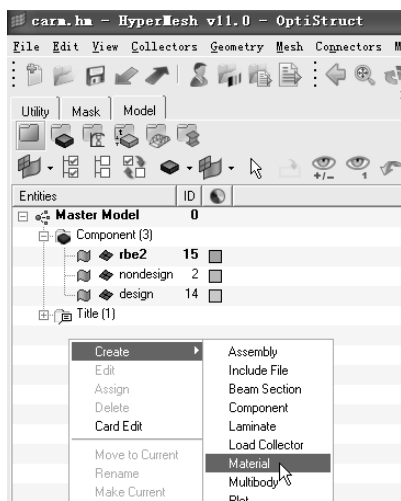
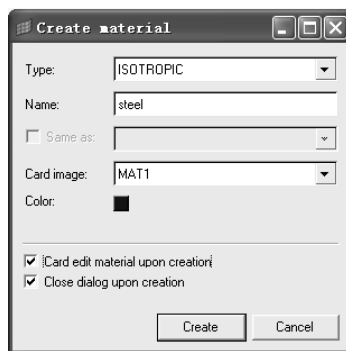

图 8-17 选择 Material
图 8-18 选择 MAT1
- (1) 单击 Model 按钮，在模型浏览窗口内上单击鼠标右键，移动光标至 Create，激活其二级菜单并选择 Material，如图 8-17 所示。
- (2) 在 Name 栏中输入 Steel。
- (3) 在 Card image 栏中选择 MAT1，如图 8-18 所示。